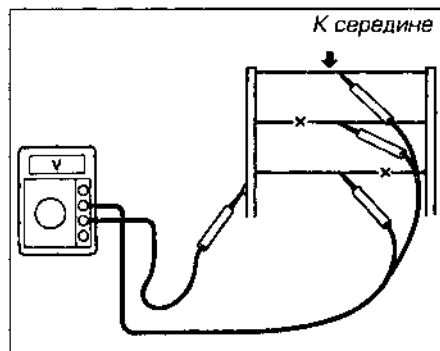

Рис. 20.7. Измерьте напряжение между положительной стороной обогревателя и его серединой
- 7 Прижимая отрицательный пробник вольтметра по очереди к середине каждой полосы обогревателя, измерьте напряжение (см. рис. 20.7). Если напряжение составляет около 5 В, значит полоса исправна (обрыва нет). Если напряжение выше (10... 12 В), значит полоса имеет разрыв между серединой и положительным концом. Если напряжение равно нулю, значит полоса имеет разрыв между серединой и отрицательным (заземленным) концом.